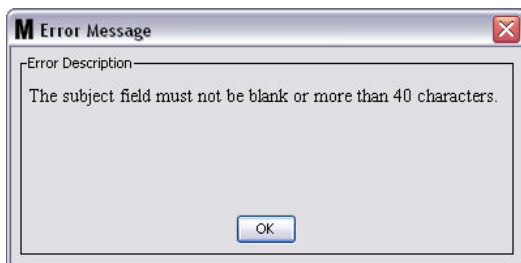

FIG. 143
- **Objet** : Identifie la raison pour laquelle le message est envoyé. Vous devez fournir un objet. Le message d'erreur indiqué à la FIG. 143 apparaît lorsque vous cliquez sur le bouton OK sans fournir d'Objet.